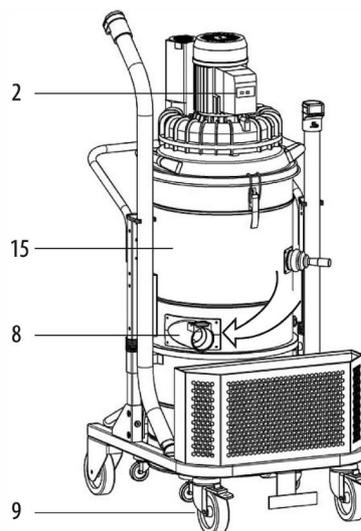

Abb. 15: Spezialsauger einschalten
Schritt 1: Öffnen Sie den Verschlusshaken (Abb.15,1) am Behälter des Spezialsaugers.
Schritt 2: Heben Sie den Behälterkopf (Abb.15,5) vom Spezialsauger herunter.
Schritt 3: Entnehmen Sie den Filter und den Befestigungsring (Abb.15,3).
Schritt 4: Entnehmen Sie den Befestigungsring (Abb.15,4).
Schritt 5: Lösen Sie die Schraube (Abb.15,6).
Schritt 6: Entfernen Sie den Filterkorb (Abb.15,2) und die Unterlegscheiben (Abb.15,7)